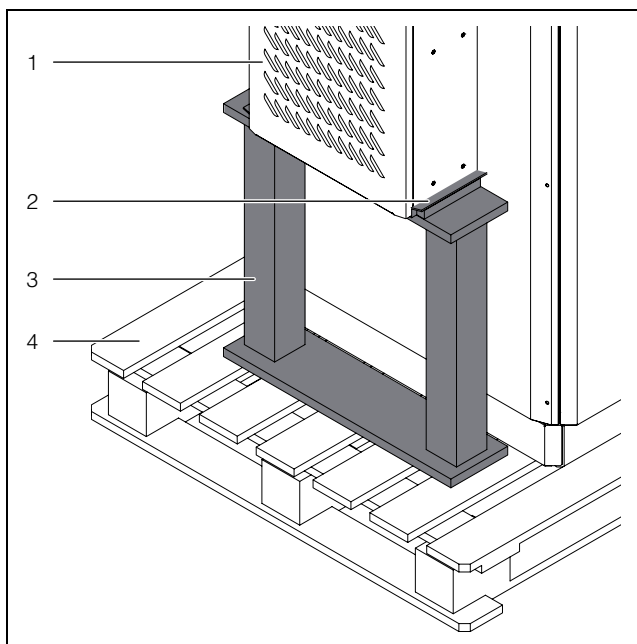
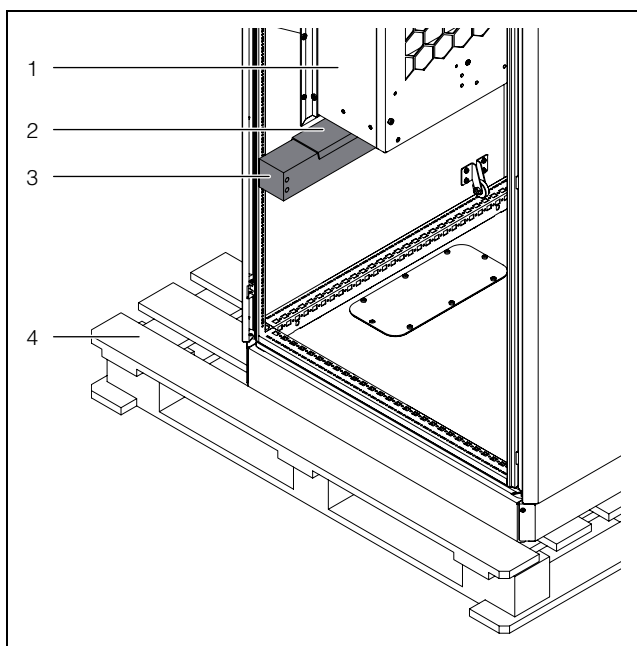

Fig. 4 : calage de transport pour climatiseur monté en saillie
Fig. 5 : calage de transport pour climatiseur monté en intégration
- Des cales de transport doivent être utilisées lors du transport de climatiseurs déjà montés sur l'armoire électrique (ex : cornière ou planche – fig. 4 et fig. 5). Ces cales soutiennent le climatiseur et empêchent l'affaissement de l'appareil en cas de chocs. Pour éviter d'endommager la peinture, il faudrait poser un film mousse entre les pièces en bois équarri et le climatiseur.